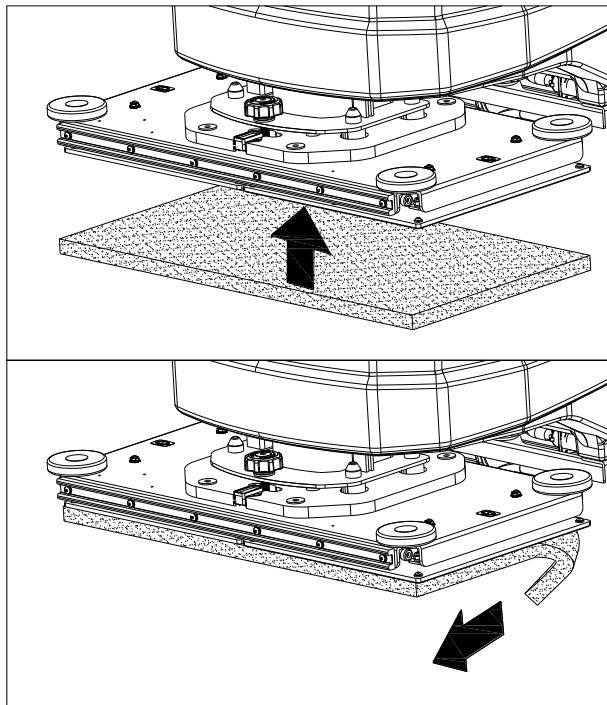

Figura 10
2. Utilice el método manual para instalar o quitar el fielro como se indica en (Figura 10)